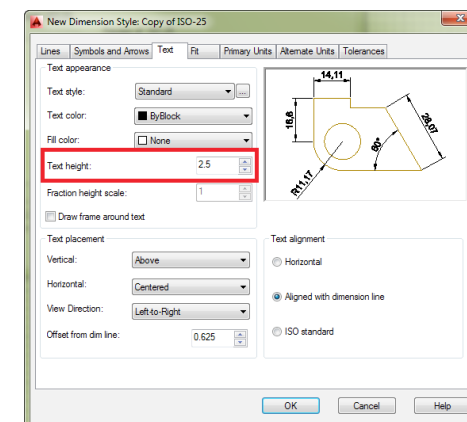

Рис. 104 Высота текста
- **Text height (Высота текста).** В данной части настраивается высота текста над размерной линией (Рис. 104).